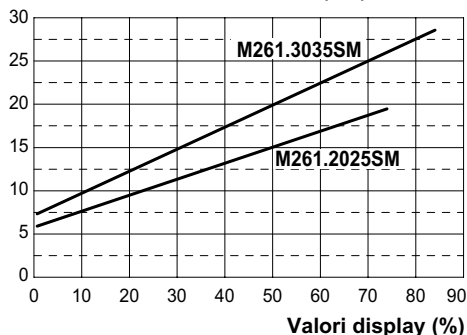
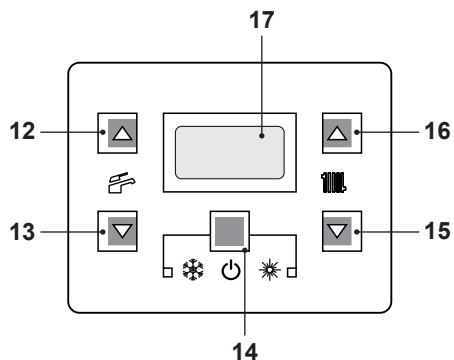
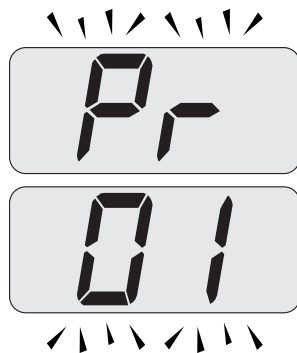

Figura 7.9
Figura 7.12
Figura 7.13
Il grafico in Figura 7.9 rappresenta come varia la potenza utile della caldaia in riscaldamento al variare del valore impostato nella scheda comando.
- Entrare in "modalità programmazione" premendo contemporaneamente per 10 secondi i tasti 14 - 15 - 16 (Figura 7.12) fino a far apparire sul display LCD le lettere **Pr** che si alternano con il codice **01**, indicanti l'entrata nel "parametro 01" (Figura 7.13).
- Premere contemporaneamente i tasti 14 e 16 (Figura 7.12) fino a far apparire sul display LCD il valore del parametro 12 (Figura 7.15) (74=M261.2025SM o 88=M261.3035SM).
- Utilizzando i tasti 15 o 16 (Figura 7.12) è possibile modificare il valore del parametro 12 (riferirsi al grafico Figura 7.9 per determinare il valore corretto in funzione della potenza utile di riscaldamento).
- Premendo il tasto 14 (Figura 7.12) si ottiene la conferma del valore inserito.
- Premendo contemporaneamente i tasti 14 e 15 (Figura 7.12) si esce senza modificare il valore (ritorno alla lista parametri Figura 7.14)
- Premendo contemporaneamente per 10 secondi i tasti 14 - 15 - 16 (Figura 7.12) si esce dalla "modalità programmazione".